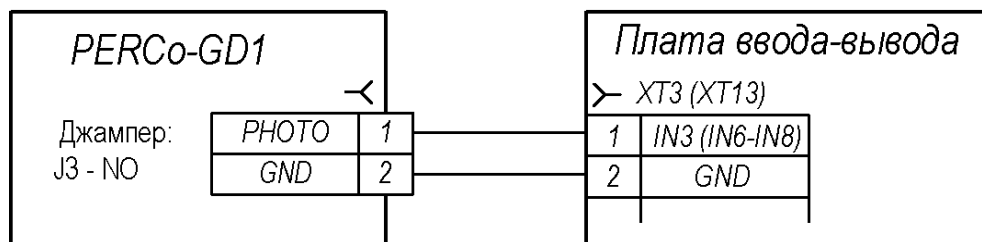

Рисунок 9. Пример схемы подключения фотоэлемента
Приемник фотоэлемента подключается к плате ввода-вывода (5) согласно схеме, представленной на рис. 9. Инструкцию по установке передатчика фотоэлемента см. в эксплуатационной документации на фотоэлемент. Для питания фотоэлементов необходимо использовать отдельный блок питания или батареи.